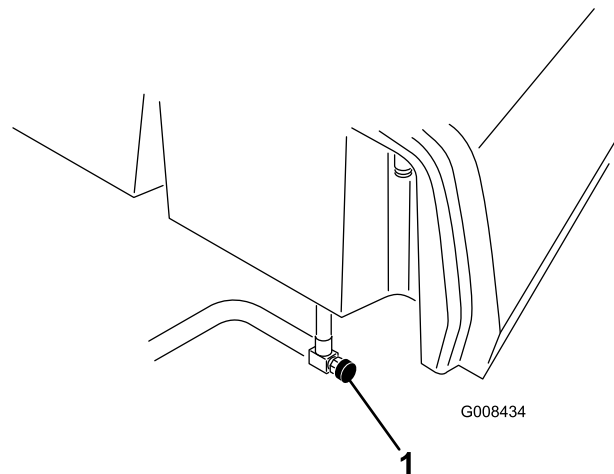

Bild 46
1. Schließen Sie den Kraftstoffhahn (Bild 46) unter dem Kraftstofftank.